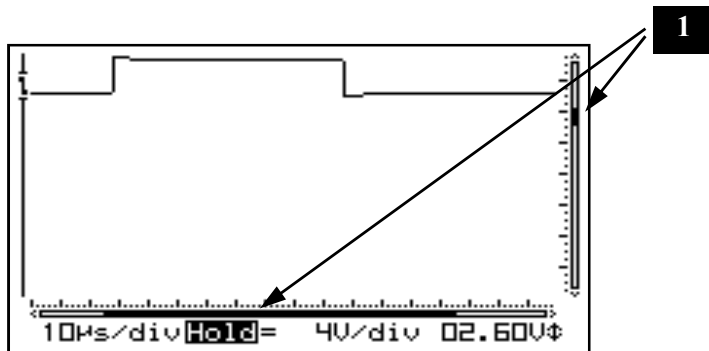

Fig 35
Press first the 'X/Y-pos' key before pressing the arrow keys in order to move the signal in the direction of the arrows. Prolonged pressing will make the X or Y- position change faster. A black bar (1) indicates the relative position of the signal in the sample window, see fig. 35
Druk eerst op de „X/Y-pos“-toets vóór men de pijltoetsen indrukt voor het verschuiven van v/h signaal in de richting van de pijlen. Langdurig indrukken zal de X of Y-positie sneller verschuiven. Een zwarte scrollbar (1) duidt de relatieve positie v/h signaal op het scherm, zie fig. 35
Enfoncez d'abord la touche "X/Y-pos" avant d'utiliser les curseurs fléchés pour déplacer le signal dans la direction voulue. Maintenez la touche enfoncée pour déplacer rapidement la position Y. Une barre noire (1) indique la position relative du signal dans l'exemple de fenêtre. (Fig.35)
Ein schwarzer Rollbalken (1) zeigt die relative Position des Signals im Beispielschirm. (Abb. 35)